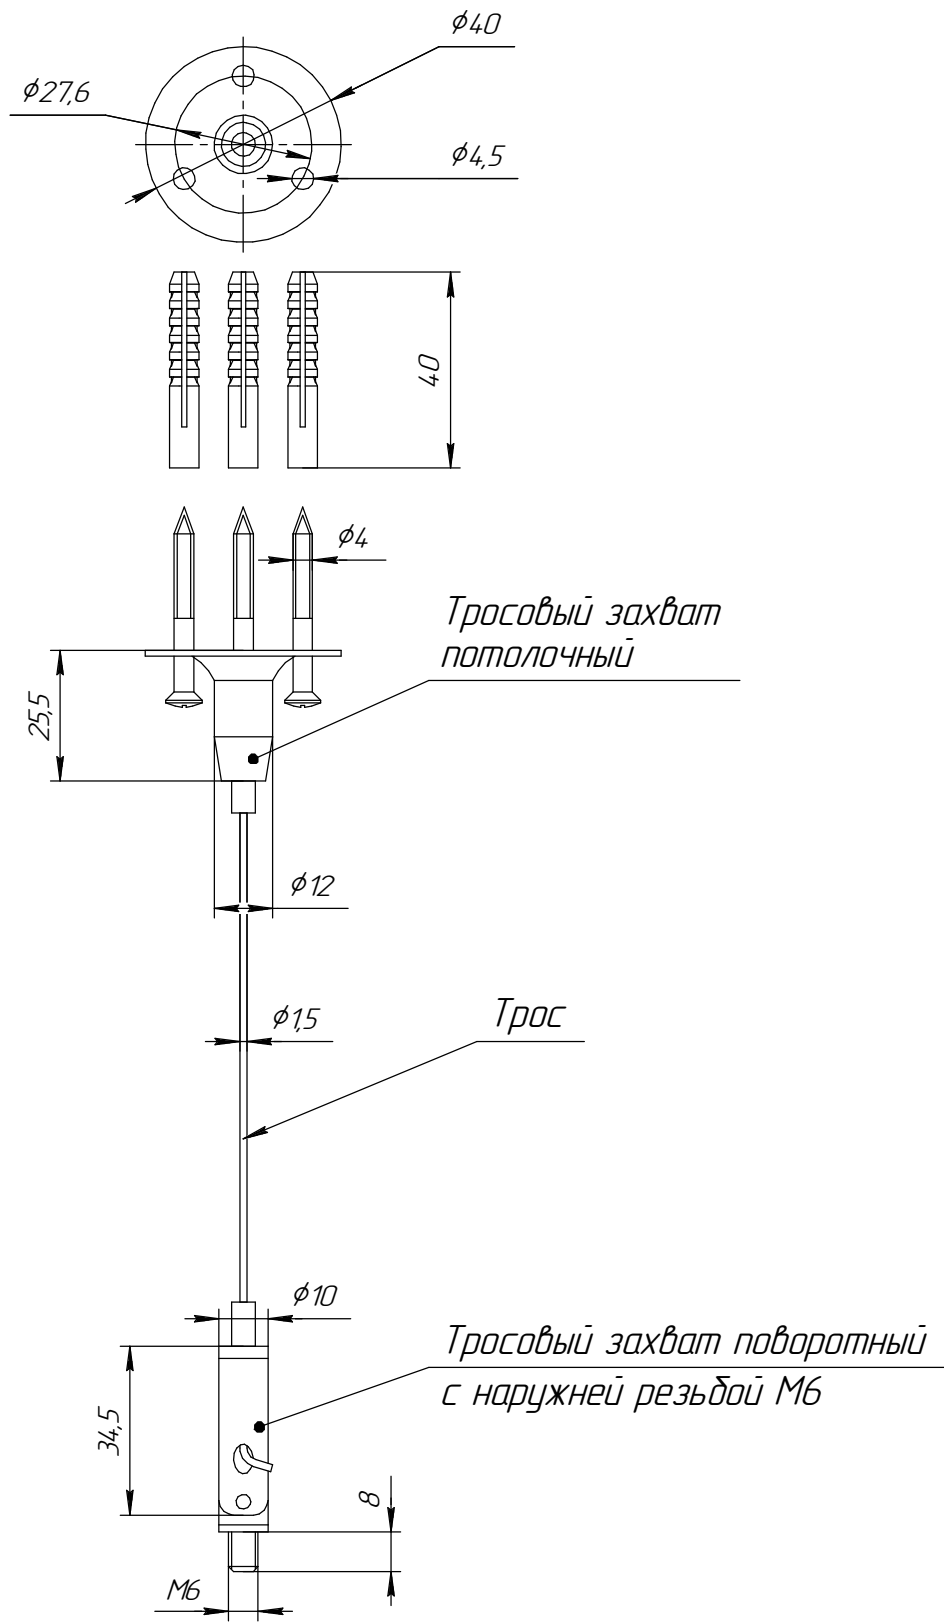

Рисунок 4 - Сборка тросового подвеса
5.4 Закрепите тросовые подвесы в размеченные места рисунок 4.